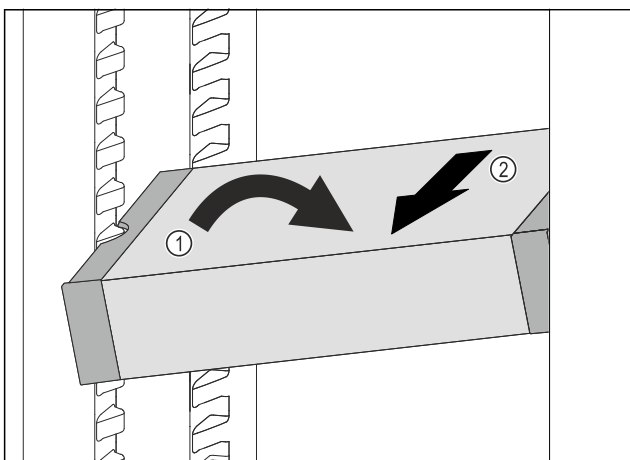

Fig. 165
- ▶ Расположите VarioSafe в холодильном отделении под наклоном. Fig. 165 (1)
- ▶ Извлеките VarioSafe движением вперед. Fig. 165 (2)